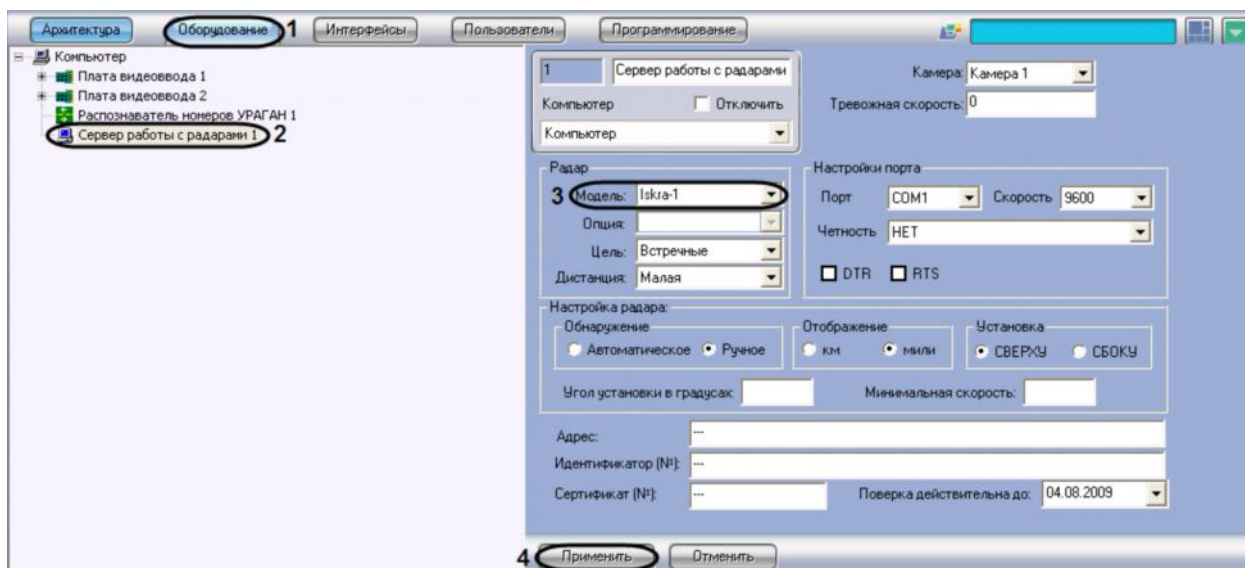

Рис. 7.4.5-1 Выбор подключаемого устройства «Радар» из списка доступных устройств
1. В диалоговом окне «Настройка системы» перейти на вкладку «Оборудование» (см.Рис. 7.4.5-1, 1).
2. В дереве объектов на вкладке «Оборудование» выбрать объект «Сервер работы с радарми», соответствующий настраиваемому программному модулю «Радар» (см. Рис. 7.4.5-1, 2). В правой части вкладки «Оборудование» отобразится панель настройки выбранного объекта.
3. Выбрать модель установленного устройства «Радар» из списка поддерживаемых устройств (см. Рис. 7.4.5-1, 3).
4. Нажать кнопку «Применить» (см. Рис. 7.4.5-1, 4).